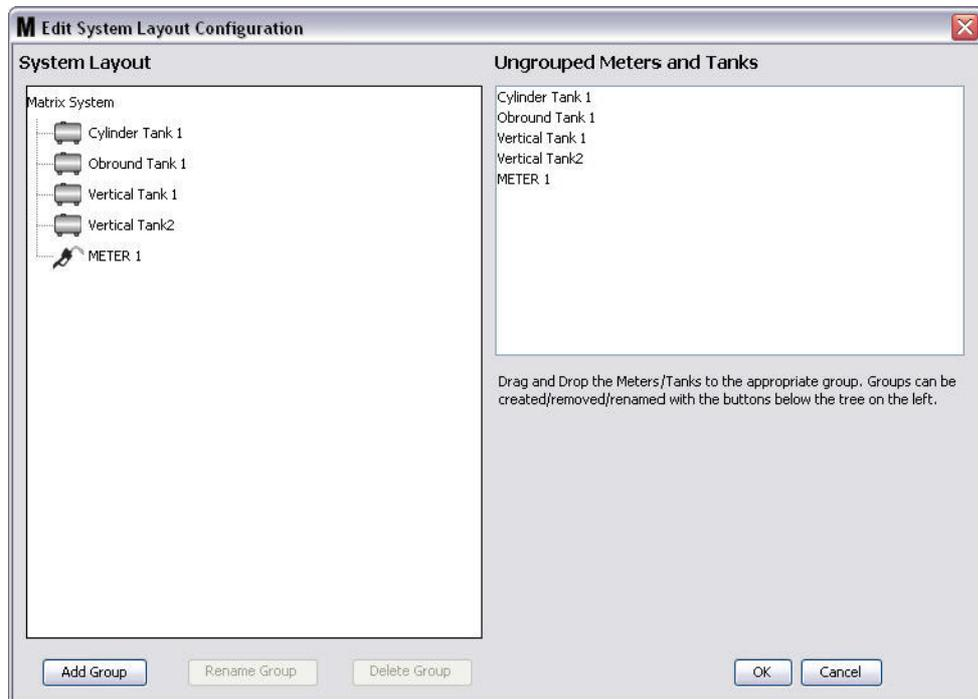

FIG. 125
3. È visualizzata la schermata di configurazione Edit System Layout (Modifica layout del sistema) mostrata nella FIG. 125.
4. Fare clic sul pulsante Add Group (Aggiungi gruppo) (FIG. 125) per creare un nuovo gruppo di dispositivi.